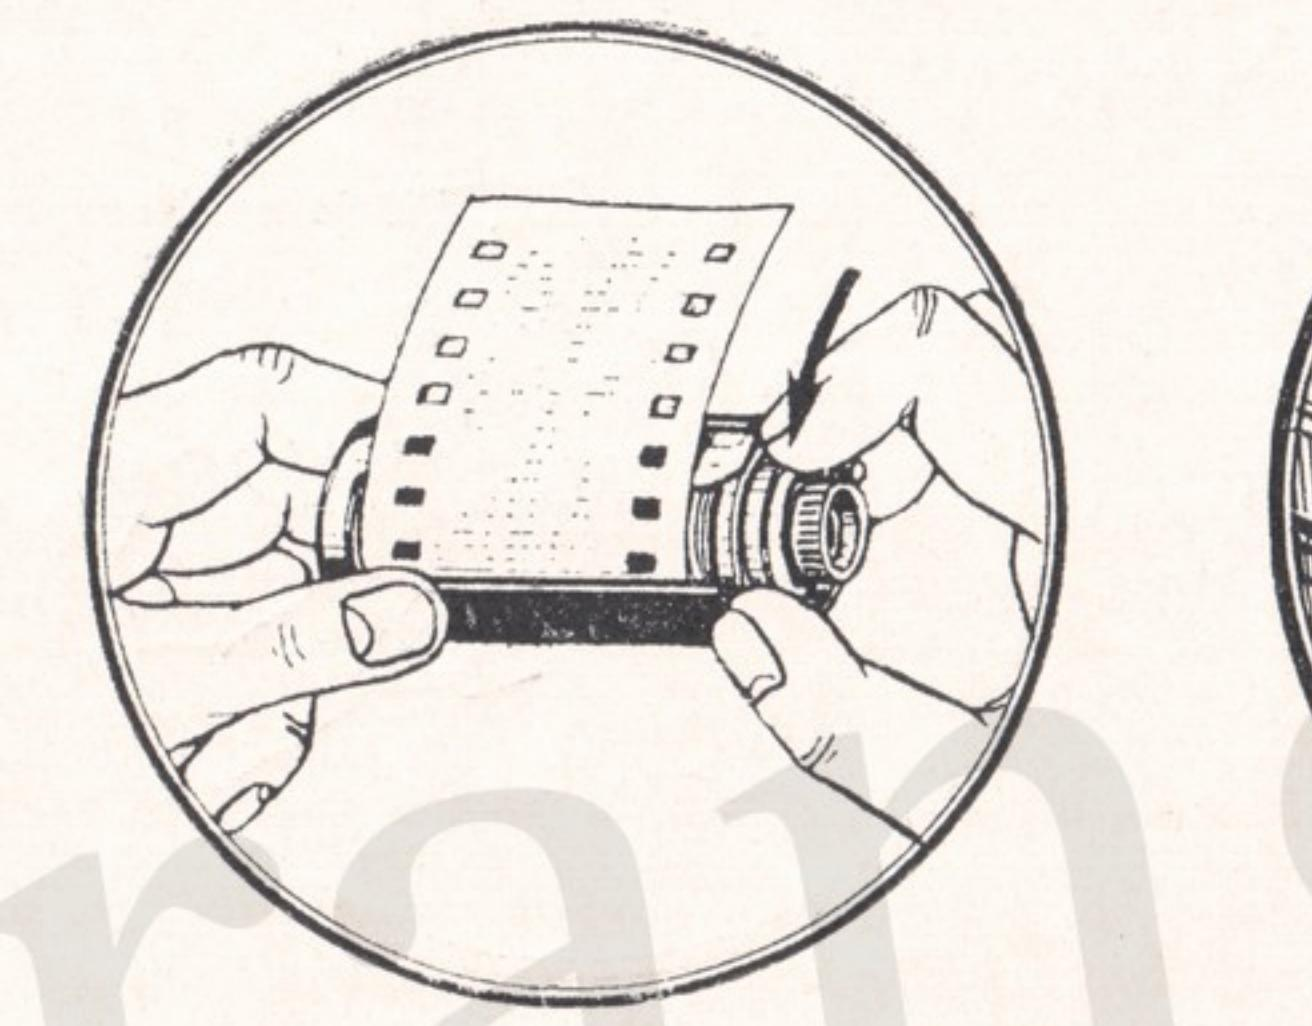

Рис. 10
5. Закрыть кассету, повернув внутренний стакан против часовой стрелки (рис. 10).